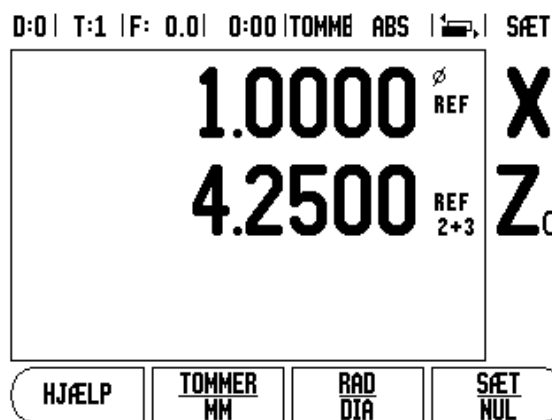

Fig. II.4 Tillade Z kobling
- ▶ Tryk på de numeriske taster svarende til målesystem indgangen på bagsiden af enheden Tryk softkey **+** eller **-** for at koble en anden indgang med den første. Indgangs nummeret er vist ved siden af aksevisningen indikerende at positionen er en koblet position (f.eks. "2 + 3"). Se Fig. II.4.
For at koble Z0 og Z akserne og have resultatet vist på Z0 displayet, tryk og hold Z0 tasten i ca. 2 sekunder. Summen af Z positionerne vil blive vist på Z0 displayet og Z displayet vil være blankt. Se Fig. II.4.